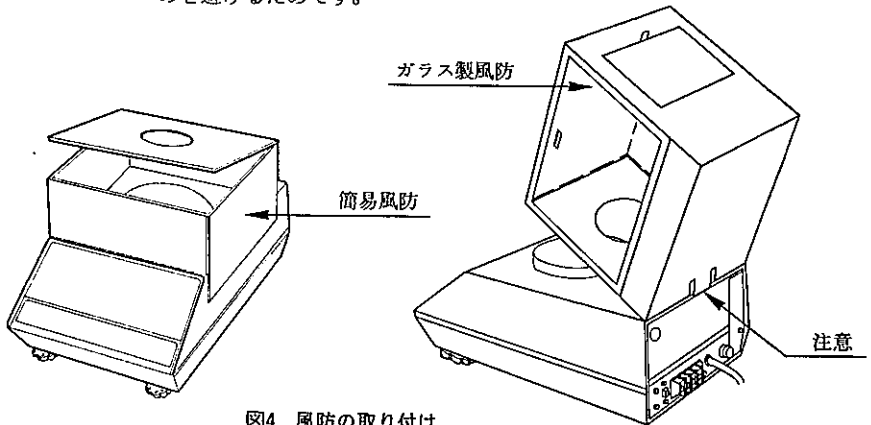

図4 風防の取り付け
ガラス風防（OP-04）を使用する場合は風防をセットしてから，皿受けおよび計量皿をのせてください。（図4参照）
5. EX-200A, EY-220Aの小レンジでは1mgの高感度ですから風(空気の流れ)の影響を敏感に感じとります。1mgまで安定した値を読みとる場合は、風防(簡易風防OP-02, ガラス製風防OP-04)の使用をお薦めします。(図4参照)